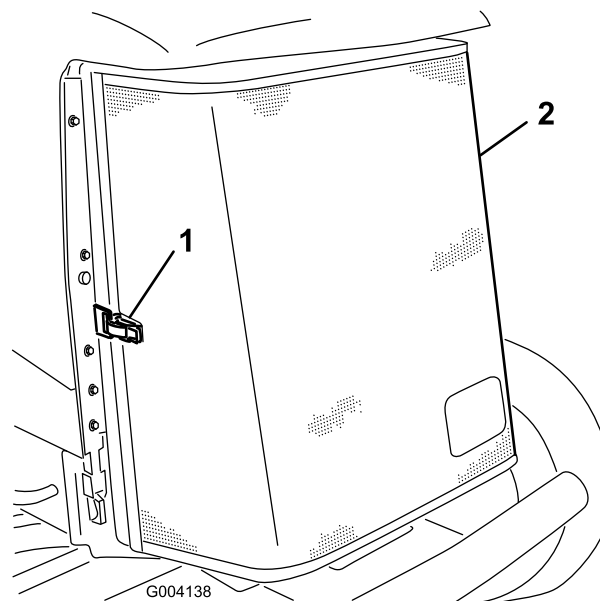

Figura 95
3. Sbloccate il morsetto e aprite la griglia posteriore (Figura 95).